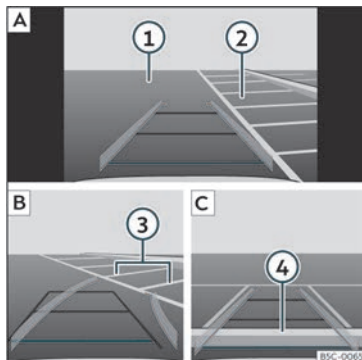

Fig. 177 Visualización na pantalla do sistema de infotainment: aparcар co asistente de marcha atrás.
Lenda da **fig. 177**:
- Coloque o vehículo diante do espazo de aparcamento»» **fig. 177 2 A**.